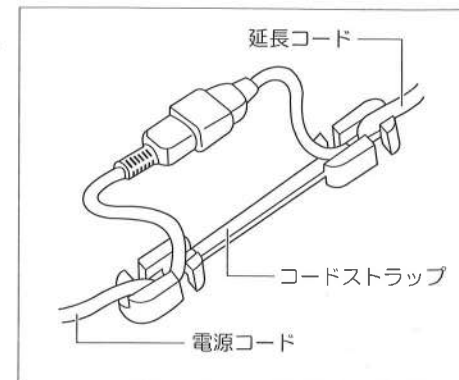

図7
- 電源コードと延長コードを接続するときは、付属のコードストラップを通し、接続部が簡単に抜けないようにしてください。(図7参照)
- 電源コードと延長コードの接続は余裕を持たせてください。(図7参照)